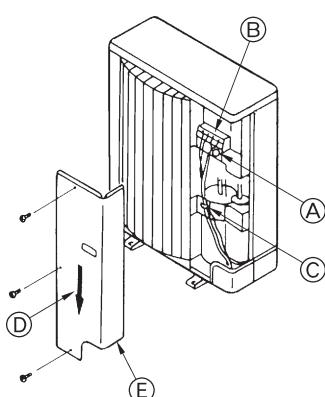

Fig. 6-2
6.2. Καλωδίωση εξωτερικής μονάδας (Fig. 6-2)